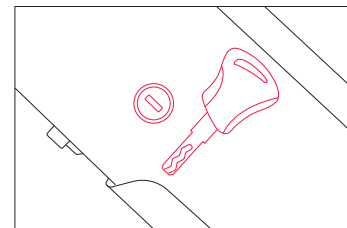

Abbildung 4
**HINWEIS:** Bitte bewahren Sie Ihren Schlüssel und den Ersatzschlüssel an einem sicheren Ort auf. Einmal verloren, sind sie nur schwer zu kopieren. Die Schlüsselnummer entspricht der Nummer auf dem Schlüsselloch (Abb. 4). Wenn Sie die Schlüssel verloren haben, bitte geben Sie uns die Schlüsselnummer, um neue Schlüssel zu bekommen.